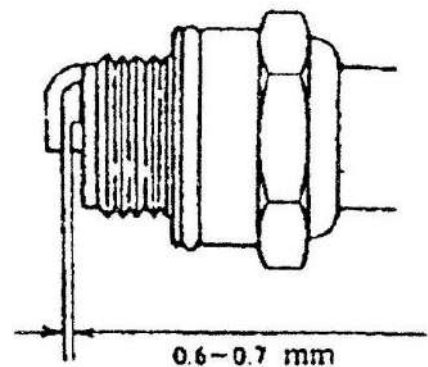

Fig. 16
- (1) Po codziennej pracy umyj filtr powietrza, bo jeśli chemikalia przylepią się do gąbki zmniejszy się moc silnika. Zwracaj na to szczególną uwagę!
- (2) Po umyciu gąbki benzyną należy nałożyć ją z powrotem.
- (3) Prawidłowa szczelina między elektrodami świecy powinna wynosić 0.6-0.7mm, sprawdzaj ją często, jeśli jest zbyt duża lub zbyt mała, popraw – jak pokazano na rys.16.
(4) Świeca zapłonowa pasująca do tego urządzenia ma symbol 4106J. Nie używaj innych modeli. Jeśli trzeba wymienić świecę można ją kupić w serwisie urządzeń ogrodniczych czy też sklepie ze sprzętem rolniczym lub ogrodniczym.